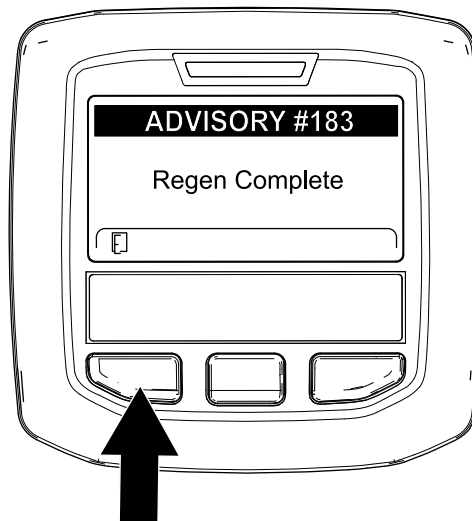

Figura 71
9. Quando o computador do motor conclui uma regeneração em estacionamento ou de recuperação, o InfoCenter apresenta o AVISO N.º 183 (Figura 71). Prima o botão esquerdo para sair para o ecrã inicial.